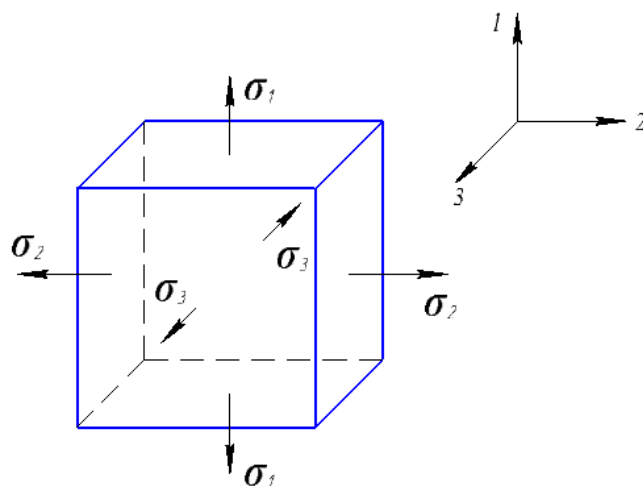

Рис. 2.1. Елемент об'єму з позначеними напруженнями
1. Визначити девіатор тензора напруження використовуючи напрям дії напруження згідно з рис. 2.1 і даним з табл. 2.1.